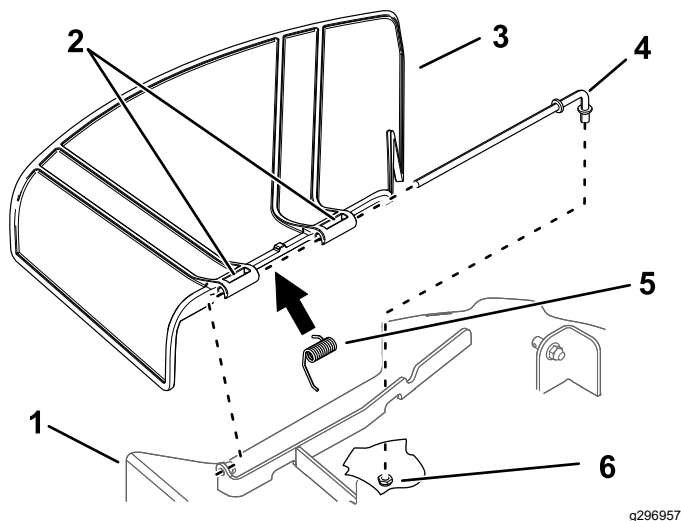

Рисунок 78
1. Отверните гайку ( $\frac{3}{8}$  дюйма) со стержня из-под нижней части газонокосилки (Рисунок 78).
2. Вытяните стержень из кронштейна деки, пружины и отражателя травы (Рисунок 78).
4. Установите новый отражатель травы (Рисунок 78).
7. Проденьте стержень через второй шарнир отражателя травы (Рисунок 78).
9. Прикрепите задний конец стержня к газонокосилке с помощью гайки (3/8 дюйма), как показано на Рисунок 78.